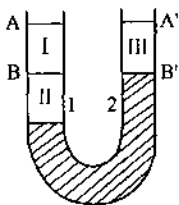

图 1-7
29. 如图1-7所示的 U 形管中，I、II、III 为密度不同的三种液体。A-A'、B-B' 为等高液位面。位于同一水平面上的点 1、点 2 处的静压 p_1 与 p_2 的大小为_____。